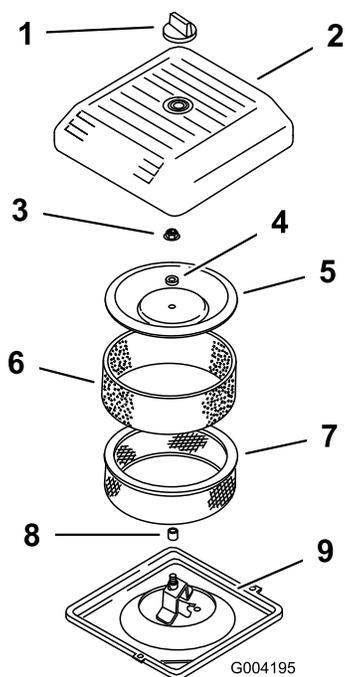

Figura 14
2. Svitare la manopola e togliete il coperchio del filtro dell'aria (Figura 14).
3. Fate scorrere attentamente il prefiltro in schiuma sintetica fuori dall'elemento di carta (Figura 14).
4. Svitare il dado del coperchio e togliete il coperchio, il distanziale e il filtro di carta (Figura 14).
2. Montate il gruppo filtro dell'aria sulla relativa base (Figura 14).
3. Montate il coperchio, il distanziale e fissatelo con il dado del coperchio (Figura 14). Serrate il dado ad una coppia di 10,7 Nm.